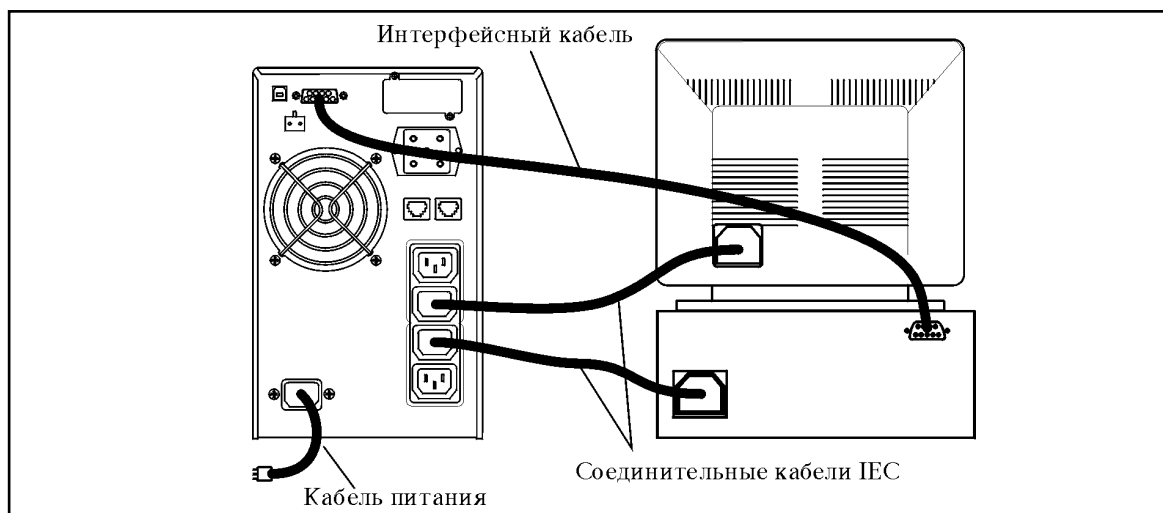

Рис. 3. Пример подключения устройств Plug&Play
- По завершении зарядки подключите нагрузку к ИБП, см. пример на рис. 3.